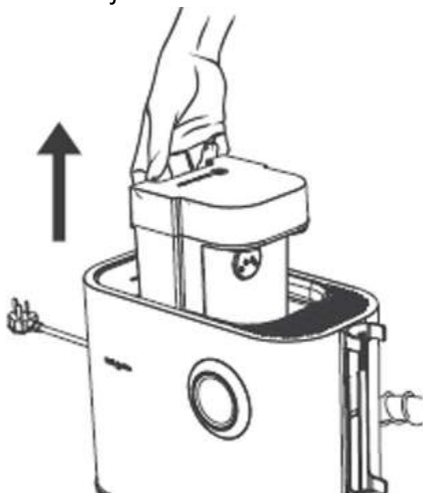

Fig. 19
2. Verwijder de vuilwatertank uit het toestel (zie fig.19).